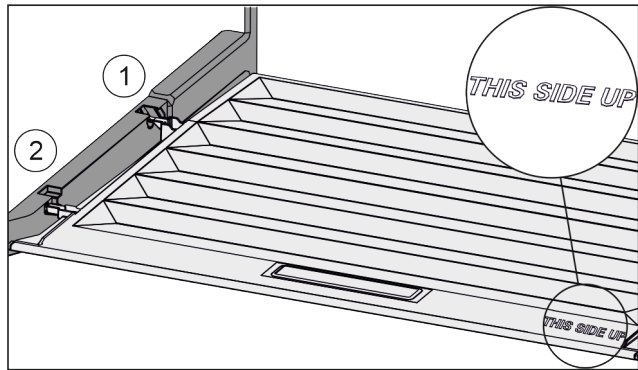

Fig. 43
- Introduire les rainures du couvercle par l'orifice du support arrière Fig. 43 (1) et les enclencher à l'avant dans le support Fig. 43 (2).